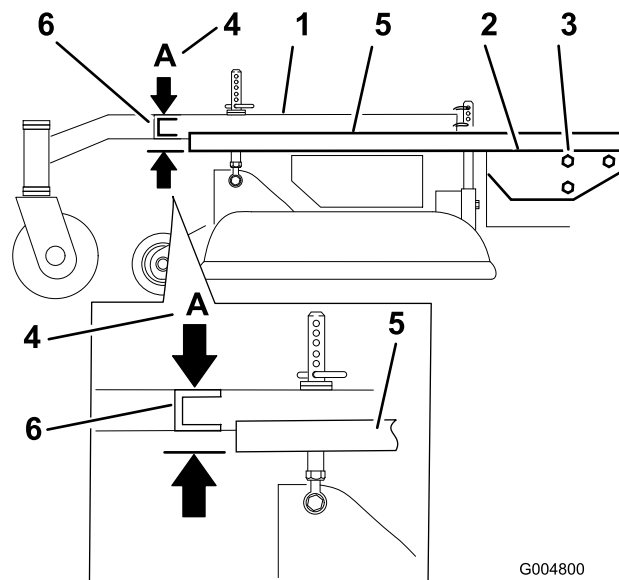

Bild 52
3. Legen Sie eine lange Abziehlatte auf die Oberseite des Motors, siehe Bild 52.
4. Messen Sie am Querrohr des Trägerrahmens die Höhe an der Stelle **A** (Bild 52).
6. Lockern Sie die Befestigungsschrauben am Trägerrahmen an beiden Seiten der Maschine (Bild 52).
7. Fluchten Sie den Trägerrahmen und das Motorchassis an Stelle **A** auf 33 mm plus oder minus 6 mm (Bild 52) aus.